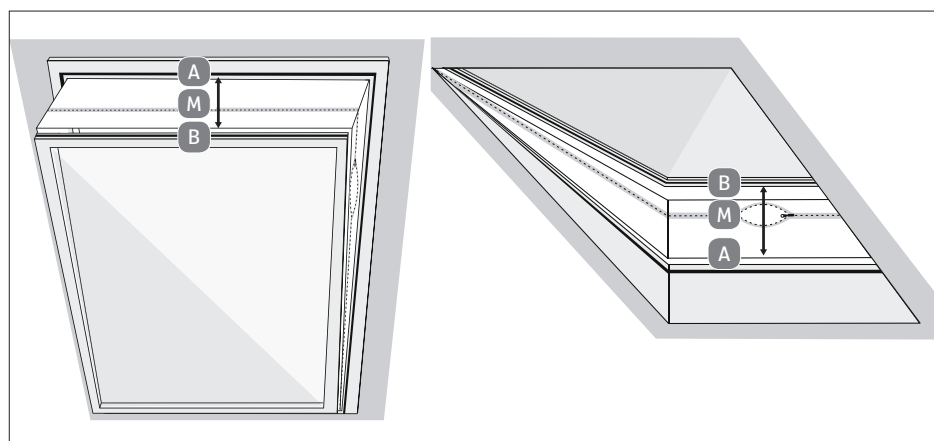

Fig. 14 – Montage sur fenêtre de toit
- ▶ Desserrez l'écrou à oreilles jusqu'à ce qu'il y ait un espace libre entre la partie A du kit fenêtre et le patin. **(voir fig.14 étape I).**
- ▶ Emboîtez les deux parties du kit fenêtre A & B l'une dans l'autre de manière à ce que le patin s'insère dans la rainure de la partie B du kit fenêtre. Ajustez le kit fenêtre à la taille souhaitée en rapprochant ou en éloignant le kit fenêtre et resserrez l'écrou à oreilles. **(voir fig.14 étape II).**